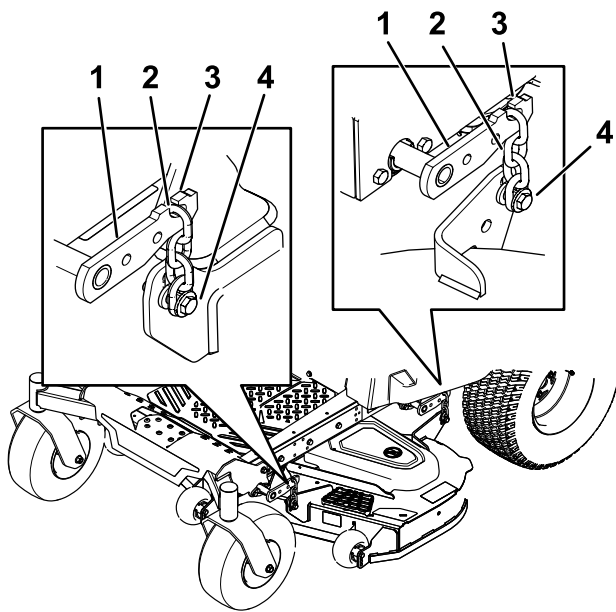

Figuur 75
6. Verwijder de R-pen en de ring waarmee de draaipen is bevestigd aan het frame en het maaidek, en verwijder de verbindingstang (Figuur 75).
9. Bevestig de draaipen met de R-pennen en de ringen die u eerder verwijderd hebt (Figuur 75).